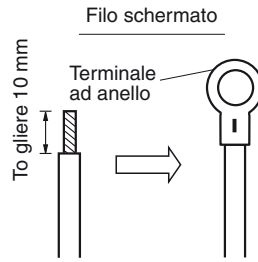
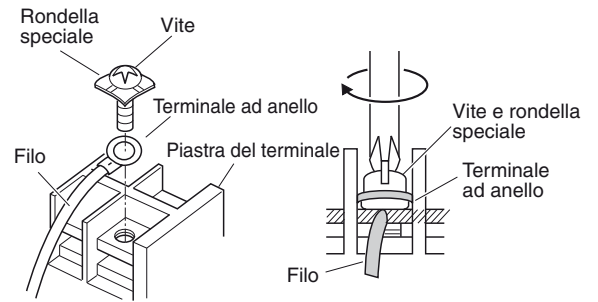

Fig.4-7
Fig.4-8
- (1) Tagliare l'estremità del filo con tronchesi, quindi togliere l'isolamento per esporre il conduttore per circa 10 mm ed attorcigliarne i trefoli. (Fig. 4-7)
- (2) Con un cacciavite a stella, rimuovere la vite o viti del terminale dalla piastra del terminale.
- (3) Fissare bene con delle pinze l'estremità denudata di ciascun cavo ad un terminale.
- (4) Applicare il connettore a occhiello al terminale corrispondente e serrarne bene la vite. (Fig. 4-8)